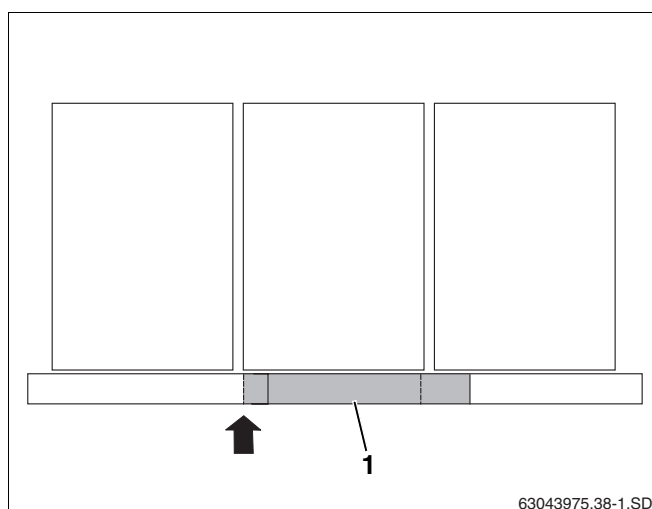

Fig. 43 Colocación de las chapas protectoras centrales para colectores verticales
En caso de montar más de dos colectores verticales son necesarias chapas protectoras para la parte inferior central (fig. 43, **pos. 1**). Éstas deben montarse al mismo nivel que el colector por la parte izquierda (flecha).